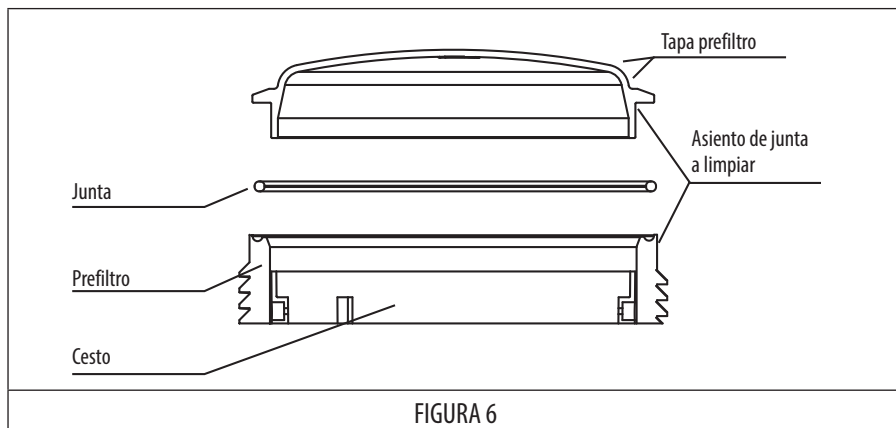

FIGURA 6
- Cada vez que se abra el prefiltro, limpie de impurezas el asiento de la junta y la propia junta, para asegurar la estanqueidad en el cierre de la tapa (Figura 6).